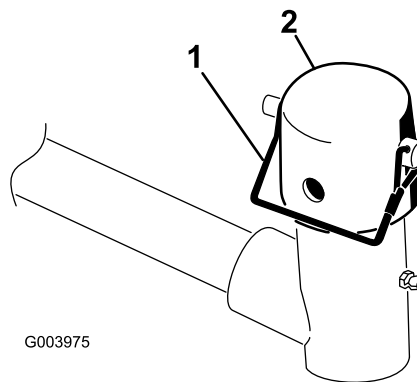

図 9
9. 昇降アームのピボットヨークからスナップピンとキャップを外す 図 9。
**注** カッティングユニットをステアリングモードで使う場合はスロットを使い、固定モードで使用する場合には、穴を使う 図 9。